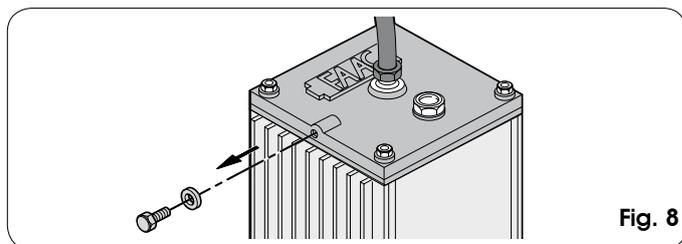

Fig. 8
- 3) Enlever et conserver la vis de purge d'après la fig. 8.
- 1) S'assurer que la vis de purge a été éliminée (Fig. 8)
4. Visser la vis de purge sur la centrale (Fig. 8).
11. Enlever la vis de purge de la centrale (Fig. 8) et effectuer les opérations de purge de l'air d'après le paragraphe 8.2.